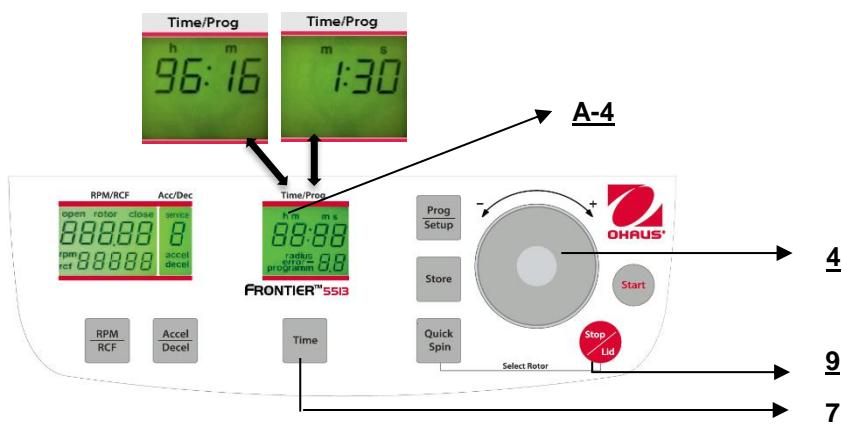

Abbildung. 17
3. Der dauerhafte Betrieb "cont", der durch die Taste "Stop/Lid"(9) unterbrochen werden kann (siehe Abbildung 17).
Die Betriebszeit kann vorab ausgewählt werden, während der Deckel offen oder geschlossen ist. Um die Einstellung der Betriebszeit einzustellen, drücken Sie die Taste "Time" (7). Auf der Anzeige "Time/Prog" (A-4) blinkt die Anzeige "m : s" oder "h : m", je nach vorheriger Einstellung. Um den gewünschten Wert einzustellen, benutzen Sie den Anpass Wähl scheibe (4). Nachdem 59 min 50 sec überschritten werden, wechselt die Anzeige automatisch auf "h : m". Nachdem 99 Stunden 59 min überschritten werden, erscheint das Wort "cont" in der Anzeige "Time/Prog" (A-4). Dieser dauerhafte Betrieb kann nur durch Drücken der Taste "Stop/Lid" (9) unterbrochen werden. Der Countdown beginnt sobald die eingestellte Geschwindigkeit erreicht ist. Die Anzeige zeigt immer die verbliebene Zeit. (Siehe Abbildung 17)